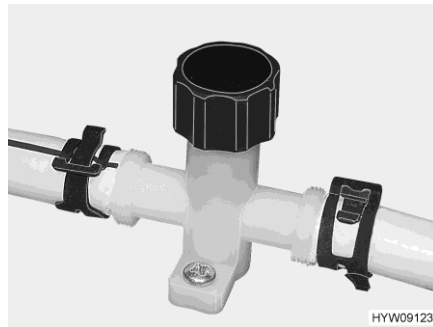
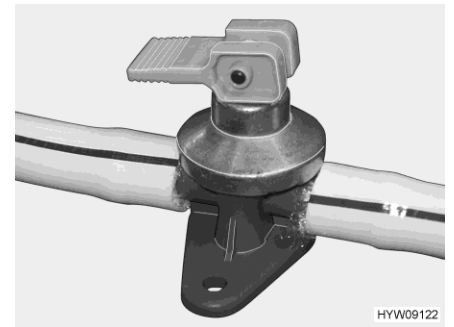

Fig. 172 Robinet de vidange (conduite d'eau)
Fig. 173 Robinet de vidange (chauffe-eau Alde)
- Fermer les robinets de vidange. Tourner pour cela le capuchon (Fig. 172) dans le sens des aiguilles d'une montre et le levier à bascule (Fig. 173) à l'horizontale.
- Ouvrir les robinets de vidange. Tourner pour cela le capuchon (Fig. 172) dans le sens inverse des aiguilles d'une montre et mettre le levier à bascule (Fig. 173) à la verticale.